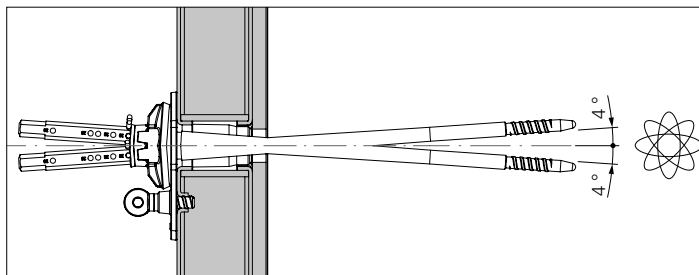

Fig. A5.20
- Le point d'ancrage conique permet l'ancrage incliné de tous les côtés selon un angle de 4° . (Fig. A5.20 + A5.24)